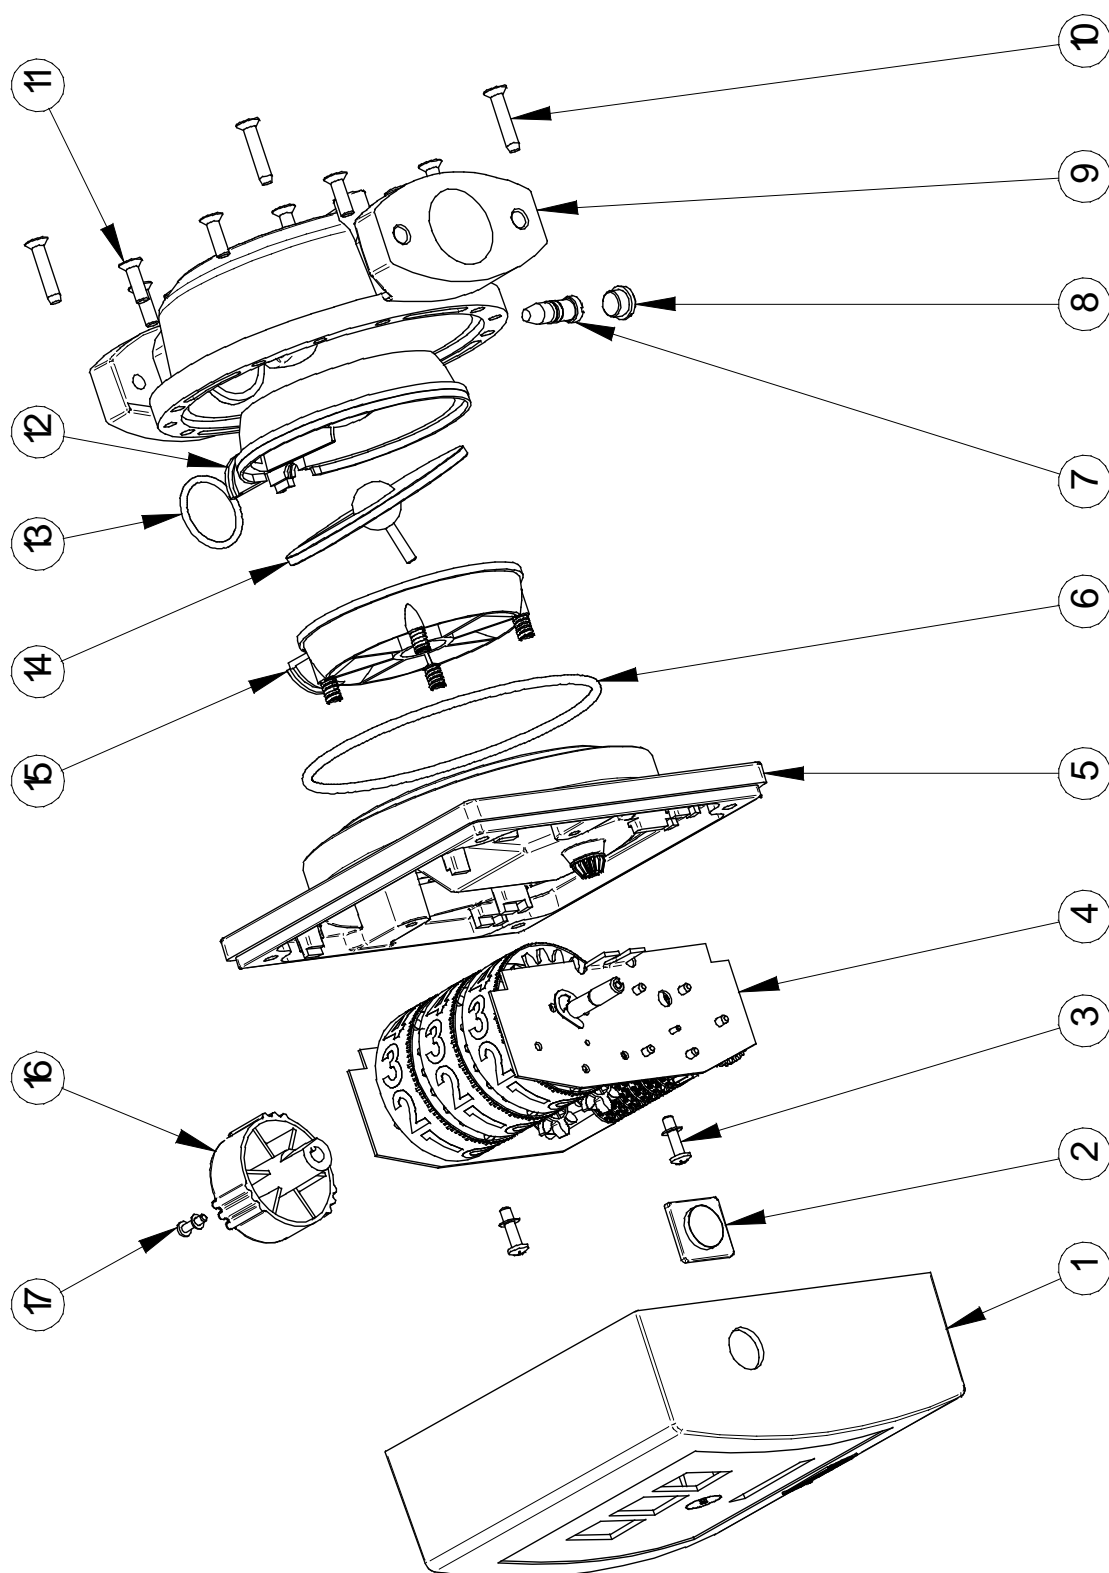

Fig. 11-1: Desenho de explosão do contador de disco oscilante
- Se o valor indicado (no contador) é inferior ao valor efectivo (no recipiente aferido), atarraxe o parafuso de ajuste (ver fig. 11-1, nr. 7).
- Para voltar a colocar o contador diário em 0, gire a rodinha para reposição do contador (ver fig. 11-1, nr. 16) em sentido dos ponteiros do relógio, quando estiver montada do lado esquerdo da carcaça do contador, ou contra sentido dos ponteiros do relógio, quando estiver montada do lado direito da carcaça do contador. Não é possível voltar a colocar o contador total em 0.
- Solte o parafuso de retenção da rodinha para repor o contador diário em 0 (ver fig. 11-1, nr. 17). Puxe então a rodinha (nr. 16) na vertical para fora da carcaça.
- Solte agora os 8 parafusos (ver fig. 11-1, nr. 11)
- Atarraxe os parafusos (ver fig. 11-1, nr. 11) com aperto suficiente.
- Para girar a parte superior em relação à parte inferior deve soltar primeiro os parafusos (ver fig. 11-1, nr. 11).
Quadro 11-1: Legenda para fig. 11-1